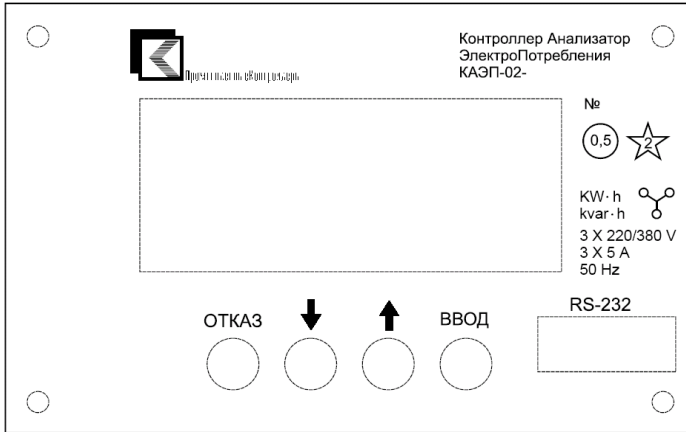

Рис.1 Внешний вид лицевой панели контроллера
2.4.4 Внешний вид передней панели имеет вид (Рис.1):